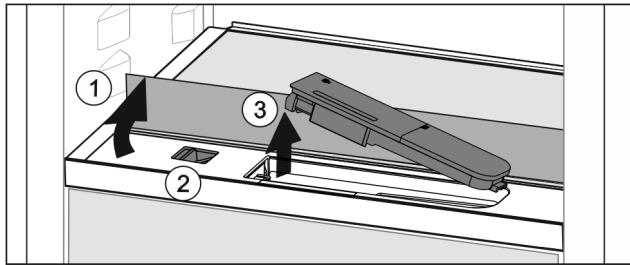

Fig. 57
- Nadvhnite sklenenú dosku a až na doraz ju sklopte dozadu Fig. 57 (1).
- Potlačte posúvač Fig. 57 (2) dolava.
- Vyberte nádržku na vodu Fig. 57 (3).